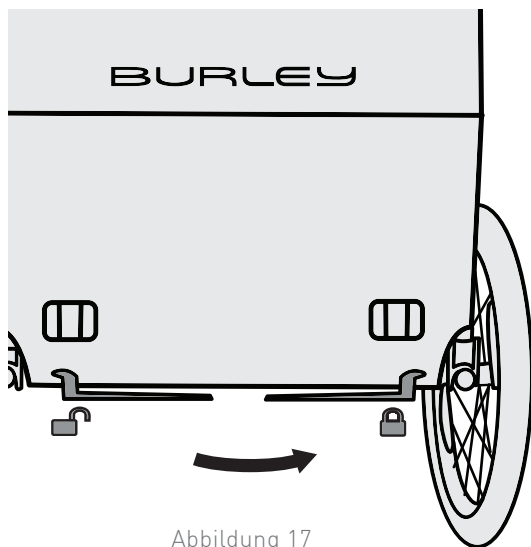

Abbildung 17
1. Den Bremshebel nach rechts umlegen (Abbildung 17). Zum Lösen der Bremse den Feststellhebel wieder nach links legen.